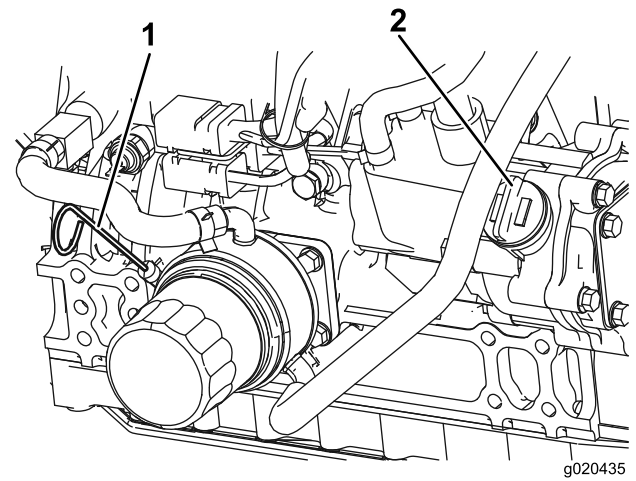

Figura 10
3. Retire la varilla, límpiela, vuelva a colocarla en el tubo y retírela de nuevo. El nivel de aceite debe estar entre las marcas "lleno" y "añadir" (Figura 10).
4. Si el nivel de aceite es bajo, retire el tapón de llenado (Figura 10) y añada suficiente aceite para que llegue entre las marcas "lleno" y "añadir". **No llene demasiado.**